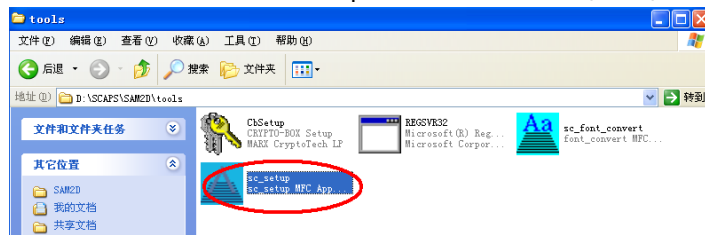

图 12
1) 打开 scaps 安装目录下面的 tools 文件夹, 找到 sc_setup.exe 文件, 双击打开(图 12);